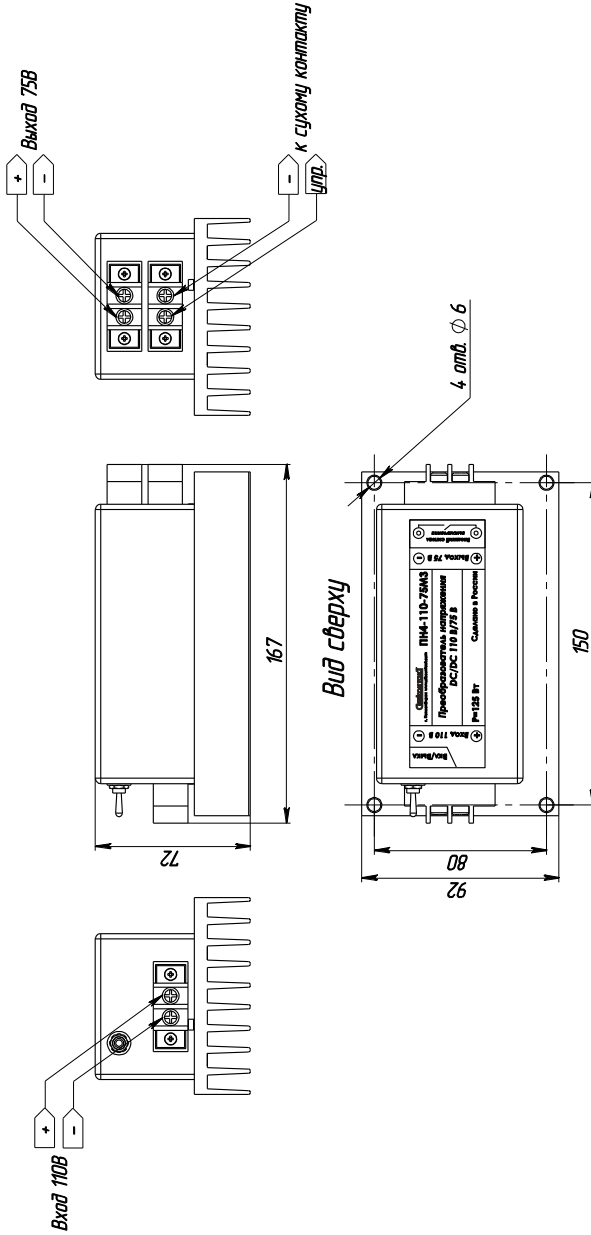

Рис.1 – Внешний вид прибора
4.3 Преобразователь имеет тумблер включения/выключения и разъем «Внешний сигнал выключения» (для подключения внешнего сухого контакта), см. рис. 1. Управление преобразователем осуществляется согласно таблице 2.